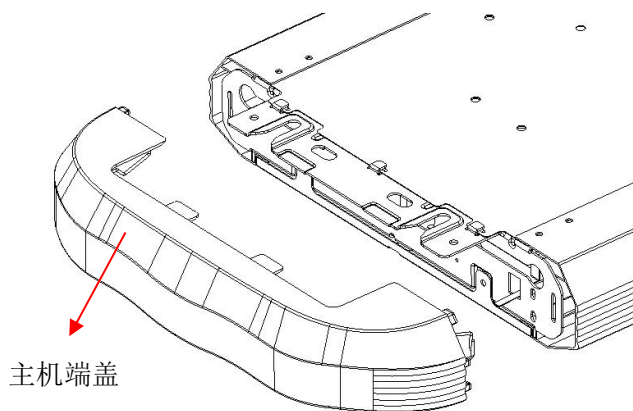
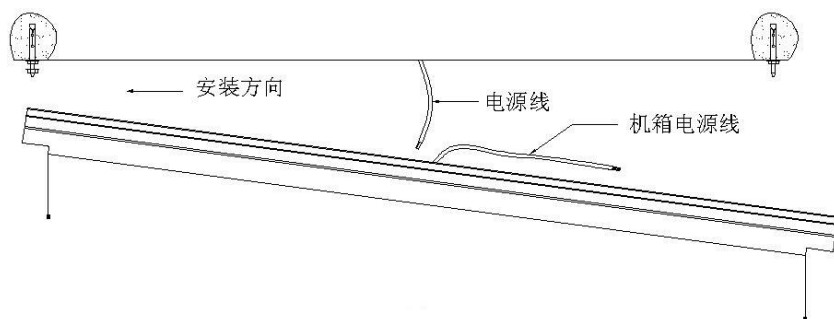

图 6
图 7
- 5、拔下两端的主机端盖，如图 6 所示。然后小心托起主机，将主机一端插在两个膨胀螺丝的垫片上，接着托起另一端把垫片及螺母装上锁紧，然后，再把第一端的螺母拧紧，如图 7 所示。